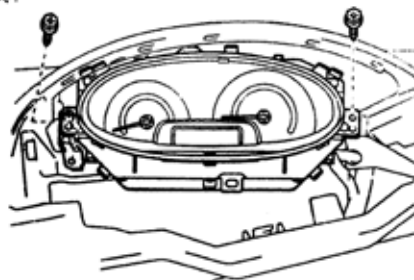

图 9-115
(1)数字式：拆下 4 个螺钉(D)；模拟式：拆下 2 个螺钉(D)，如图 9-115 所示。
3)拆下组合仪表总成(见图 9-115)。